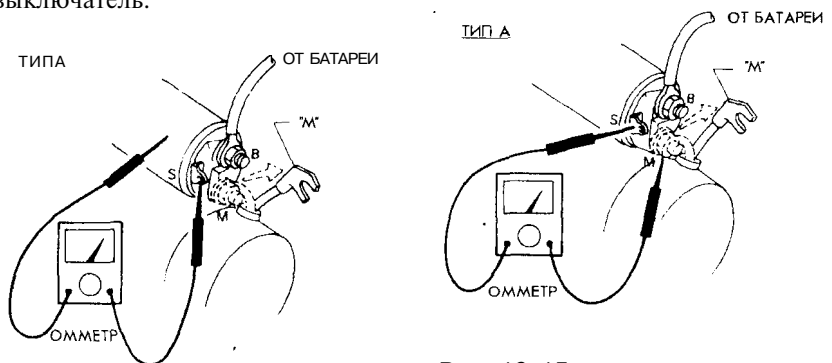

Рис. 10-13.
1. Проверьте проводимость между выводом "S" и корпусом выключателя с помощью омметра (рис. 10-13 и 10-14). При отсутствии проводимости замените выключатель.